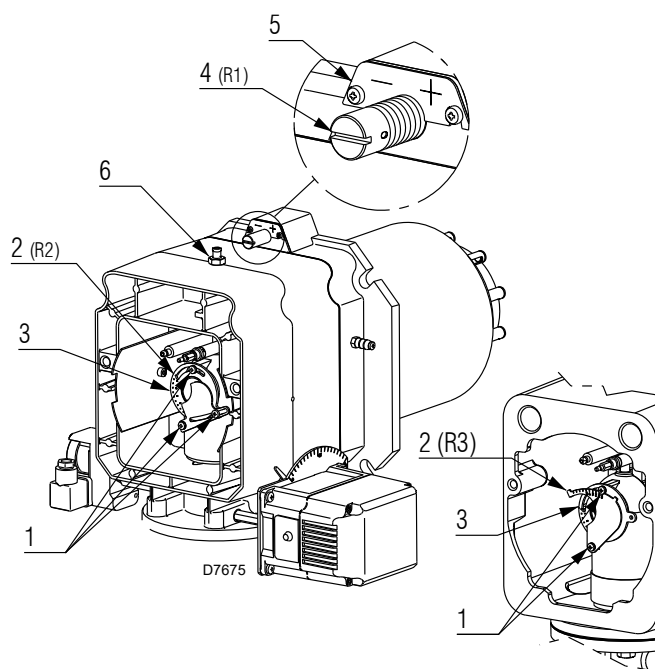

Fig. 17
- tourner la vis 4)(Fig. 17) jusqu'à faire coïncider l'encoche trouée avec le plan avant 5) de la bride.
- Desserrer les 3 vis 1)(Fig. 17) et faire tourner la bague 2) jusqu'à la faire coïncider avec l'encoche trouvée avec l'indice 3).
- Desserrer les 2 vis 1)(Fig. 17) et faire tourner la bague 2) jusqu'à la faire coïncider avec l'encoche trouvée avec vis 1).
Le diagramme (Fig. 17) indique un réglage optimal pour un type de chaudière selon la Fig. 4 à la page 12.